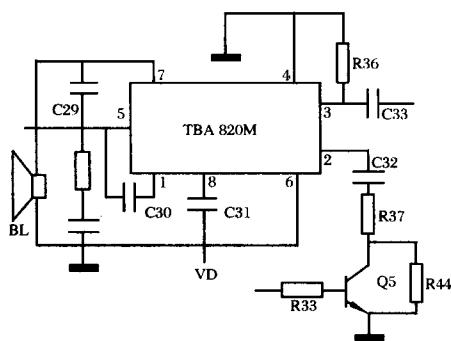

图 1.4
(1) 参看图 1.4，C30 是高频负反馈电容，用以消除放大器的高频自激，提高放大器的稳定性。当防止高频自激的负反馈电容失效或开路时，就会产生高频自激而引起啸叫。检查 C30 开路。更换 C30 后，故障排除。